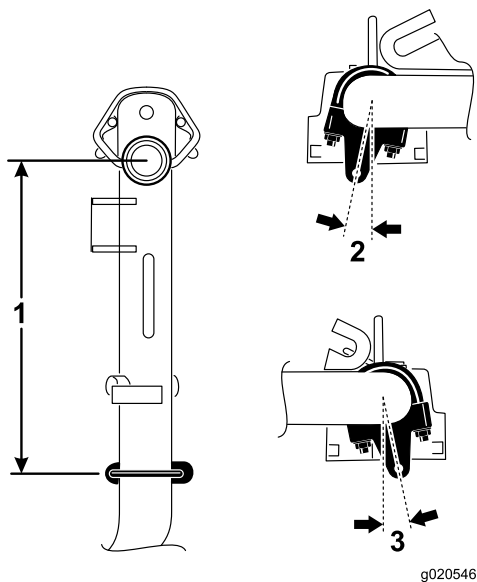

図 4
1. 昇降アーム番、番、番では、チェーンブラケットとUボルトが、ピボットナックルの中心線よりも38 cm 後ろになるように取り付ける 図 4。
- 昇降アーム番、番では、ブラケットを垂直方向から右に10度回転させた状態で取り付ける 図 4。
- 昇降アーム4番では、ブラケットを垂直方向から左に10度回転させた状態で取り付ける 図 4。